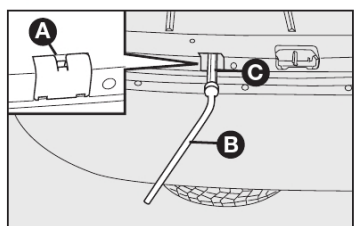
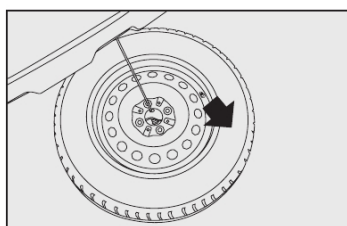

fig. 6
fig. 7
- Retirar a tampa **A-fig. 6** que se encontra localizada na parte traseira do porta-malas. Acoplar a chave de rodas **B-fig. 6** na chave extensora **C-fig. 6**. Com o auxílio da chave de rodas e chave extensora girar o mecanismo no sentido horário até o fim do curso, para possibilitar a descida da roda sobressalente **fig. 7**. O fim de curso é caracterizado pelo bloqueio do movimento da chave pelo batente do mecanismo.
- Puxar a roda sobressalente no sentido da **seta-fig. 7**, retirando-a de debaixo do veículo.